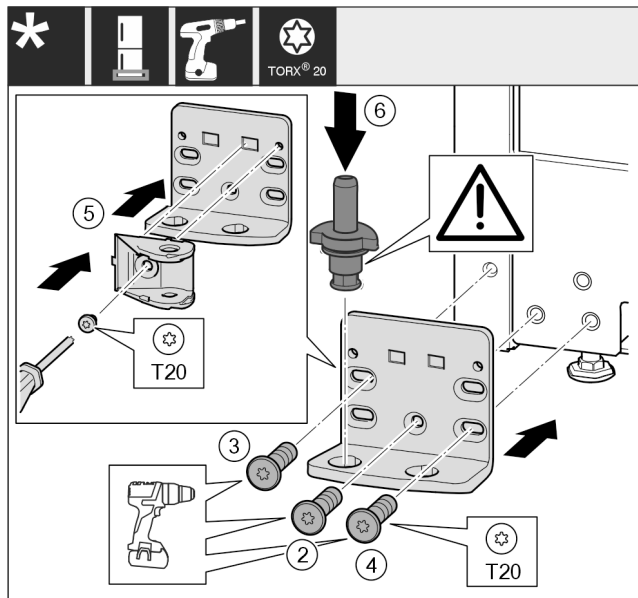

Fig. 49 \*
- Applicare la staffa di supporto sull'altro lato e avvitare con l'aiuto di un cacciavite. Iniziare dalla vite Fig. 49 (2) in basso al centro.\*
- Stringere la vite Fig. 49 (3) e la vite Fig. 49 (4).\*
- Ruotare di 180° il collegamento dell'ammortizzatore di chiusura Fig. 49 (5). Sull'altro lato del blocco di supporto avvitare con un cacciavite.\*
- Inserire completamente i perni di supporto Fig. 49 (6). Facendo ciò assicurarsi che la camma di arresto sia rivolta all'indietro.\*